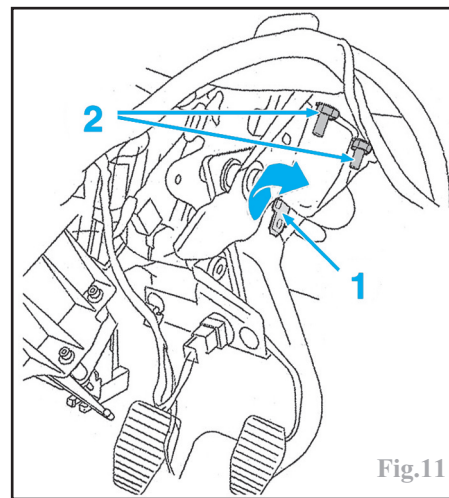

Fig.11
- l'axe de liaison (1) de la tige de poussée du servofrein à la pédale de frein (Fig.11).
- les écrous de fixation (2) du servofrein sur le pédalier.